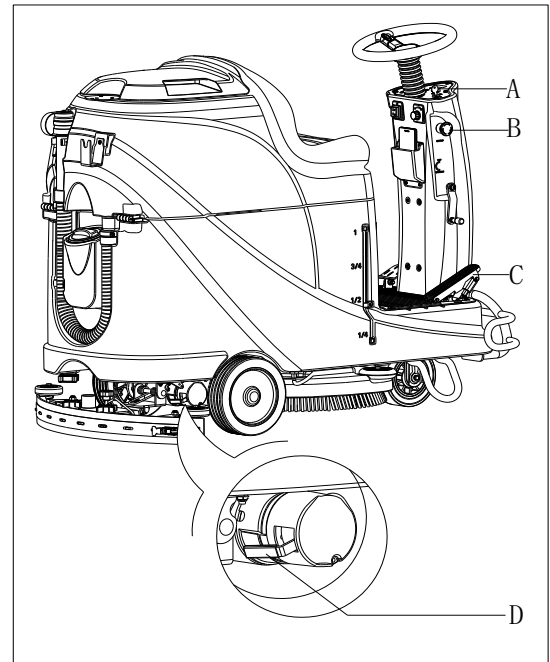

Figura 9
1. Defina o interruptor de chave (A, Figura 9) para "ON".
2. Solte ligeiramente o pedal de aceleração (C) e solte-o para verificar se a máquina pode ser conduzir para a frente e parada.
3. Para assegurar a segurança, confirme se a máquina pode ser parada de imediato ao pressionar o botão de emergência (B). Rode o botão de emergência para reiniciar.
- Travão desbloqueado - o punho do travão (D, Figura 9) está em cima.